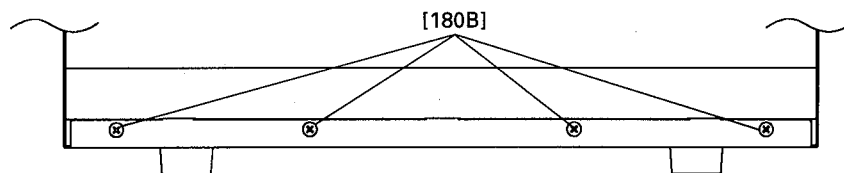

Fig. 2 (図2)
- 1-2 Remove the four (4) screws marked [180B]. (Fig. 2)
- 1-2 前面下にある[180B]のネジ 4本を外します。(図2)